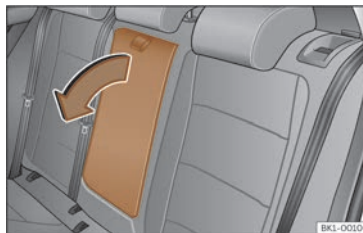

Fig. 106 Reposabrazos central trasero abatible (representación esquemática).
- Para *bajar* el reposabrazos, tire del lazo en el sentido de la flecha >>> **fig. 106.**